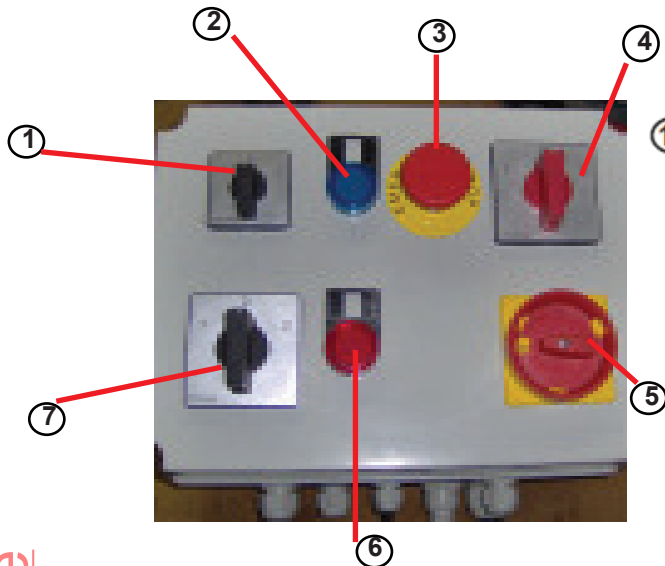

FIG. 8
11.2 PUESTA EN MARCHA DE LA VERSIÓN TRIFÁSICA 1106091 (fig. 8)